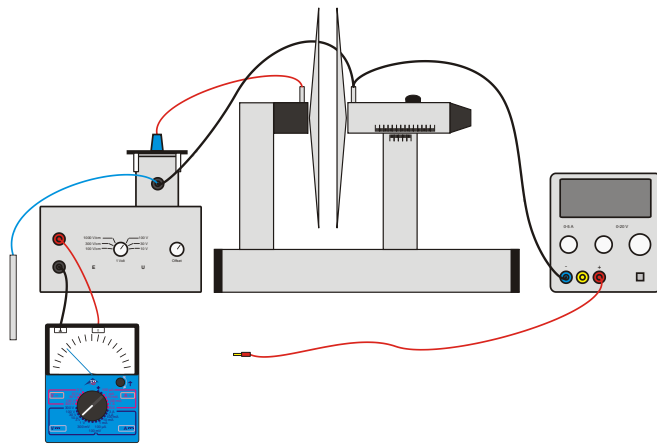

Fig. 2: Montage pour expérience
- Installer l'expérience comme indiqué dans Fig. 2.